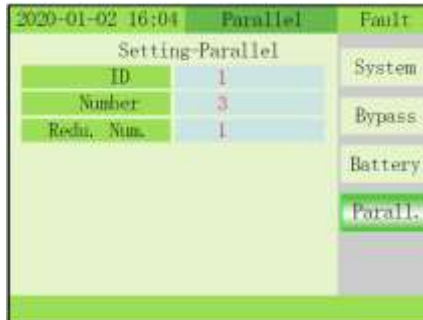

Fig. 4-15 Menú Setting/Maintenance - Parallel
14) MAINTENANCE – PARALLEL: Este elemento puede seleccionarse después de que el modo de trabajo se ajuste a paralelo. Pulse la tecla OFF para introducir el elemento y confirmar el valor, pulse ↻ para cambiar el valor (Fig. 4-15).